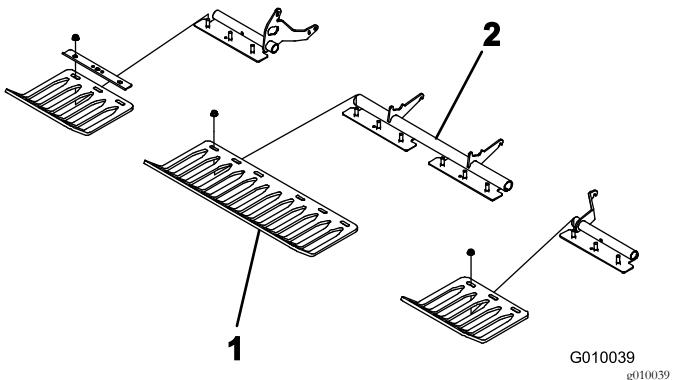

Figura 23
4. Instale, sem apertar, os protetores de relva nos suportes dos protetores de relva com 4 braçadeiras para os suportes de relva e 12 porcas flangeadas (Figura 23). Não aperte os dispositivos de fixação.
Nota: As braçadeiras para os suportes de relva e as porcas flangeadas são expedidas presas aos suportes dos protetores de relva (Figura 23).